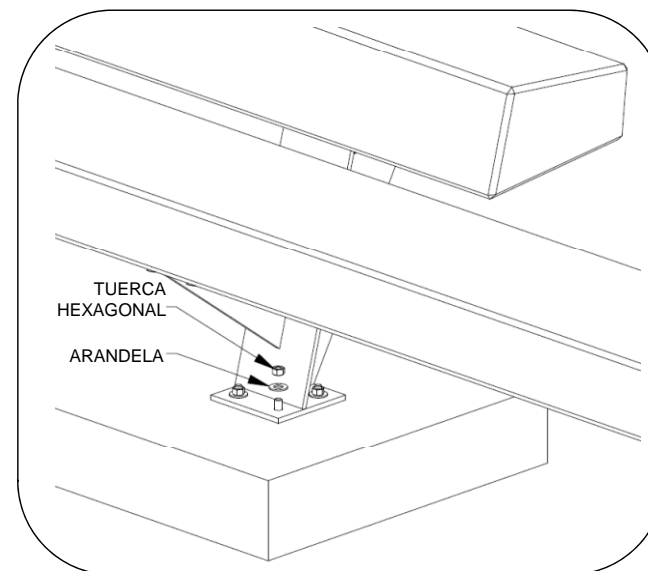

Fig. 6: colocación del banco
10. Colocar las arandelas y ajustar por completo las tuercas hexagonales, como se muestra en la fig. 6.